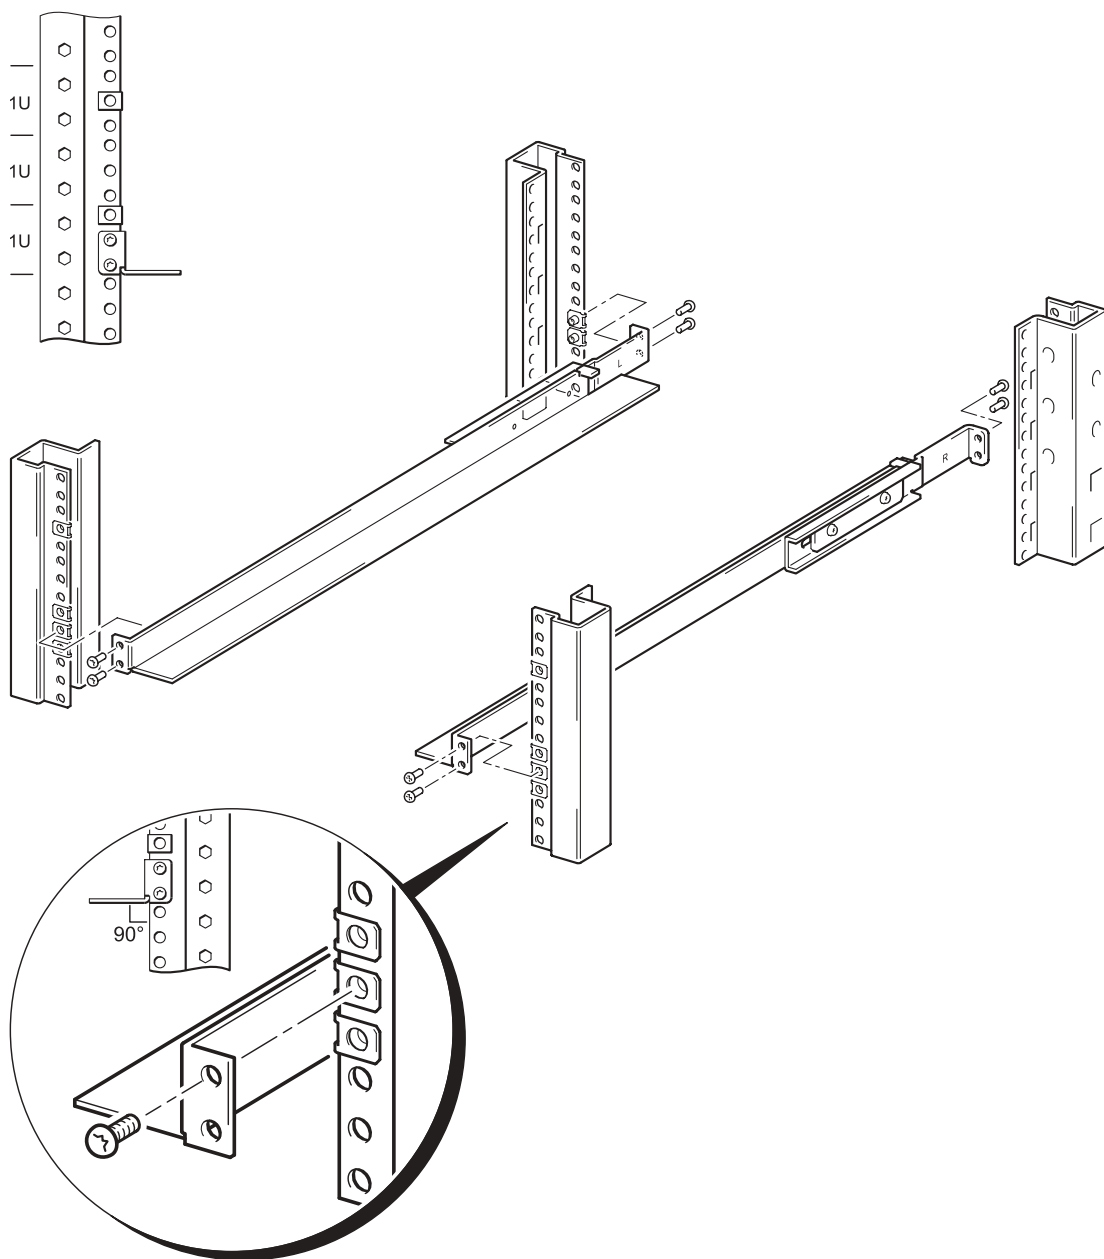

图 3a: 安装支持导轨（圆孔剖面）
- 1 请参考图 3a。放好支持导轨，使导轨后部的法兰固定于后部机架柱的上方，且使导轨法兰中的两组小孔与两组夹片螺母对齐。如果两人同时执行此操作会更容易一些。